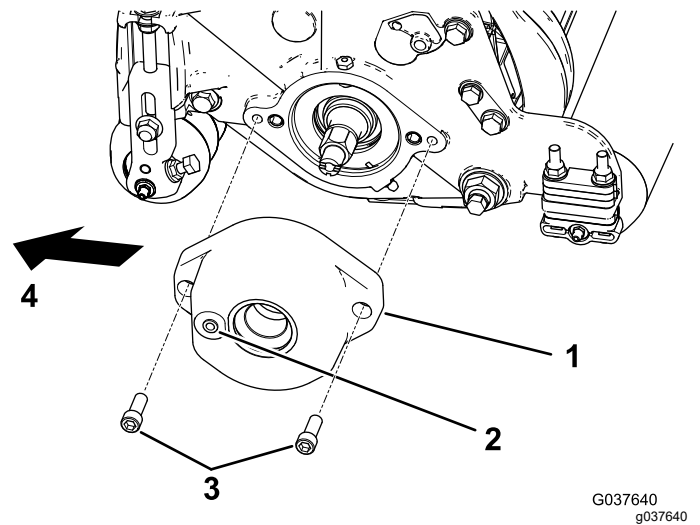

图 4
- 对于仅适用于带 17.8cm 滚刀组的 Reelmaster 5010 机器的 133-0158 型号套件用 2 个六角螺栓 3/8 x 1 英寸将滚筒刷架安装到滚刀轴承座上请参阅图 4。